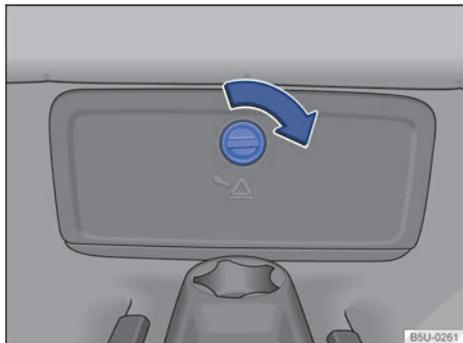

Fig. 141 En el piso del asiento trasero: acceso a la caja de fijación de las herramientas de a bordo.
- Girar el botón en el sentido de la flecha → fig. 141 y retirar el revestimiento por completo para acceder a la caja de las herramientas de a bordo.